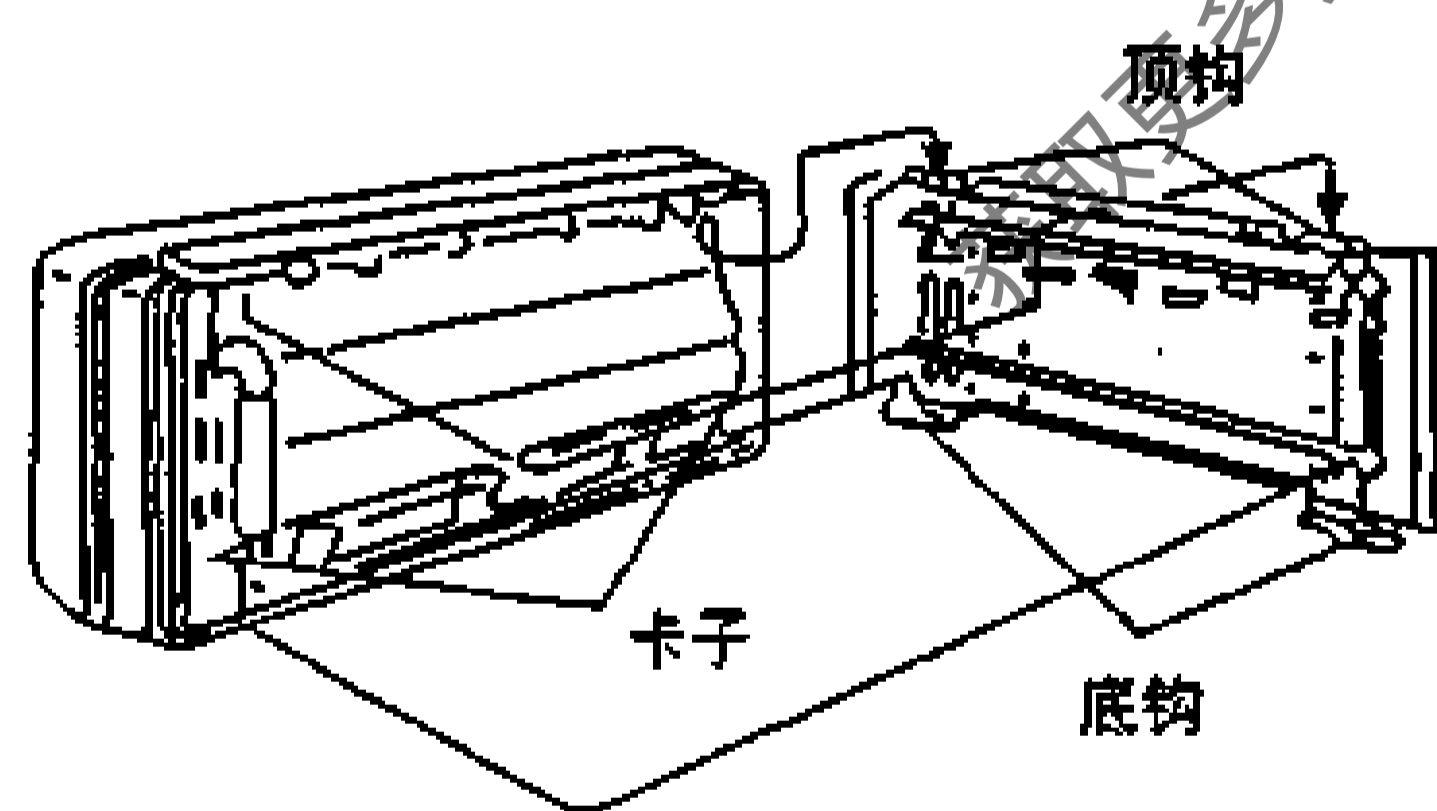

图 14-2-9
1) 在室内机连接管和排水软管穿过墙孔后，将室内机挂在挂历板顶部的挂钩上，如图 14-2-9。
(2) 轻拉室内机，使室内机底部钩槽钩在挂历板底部的挂钩上，同时推动室内机使其紧靠挂板。
(5) 检查